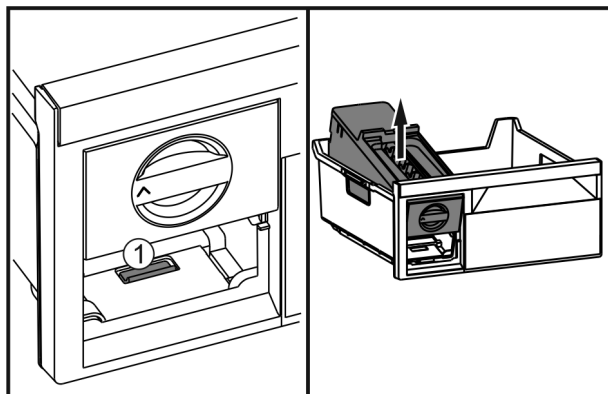

Fig. 47
- ▶ Apăsați eclisa Fig. 47 (1) EasyTwist-Ice, ridicați-o din spate și scoateți-o din sertarul de congelare.